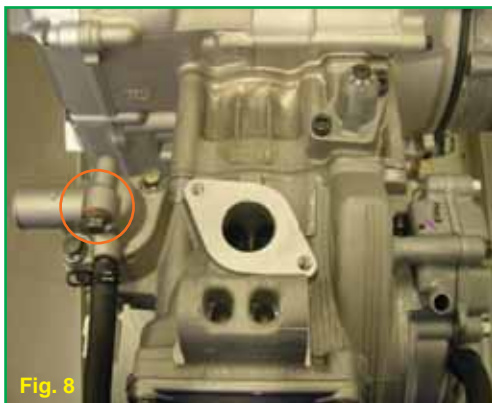

Fig. 8
- remplir le radiateur du liquide de refroidissement par le bouchon à pression comme indiqué dans le manuel d'utilisation et entretien du véhicule, puis desserrer la vis (Fig. 8) et purger l'air du circuit de refroidissement ; serrer la vis.